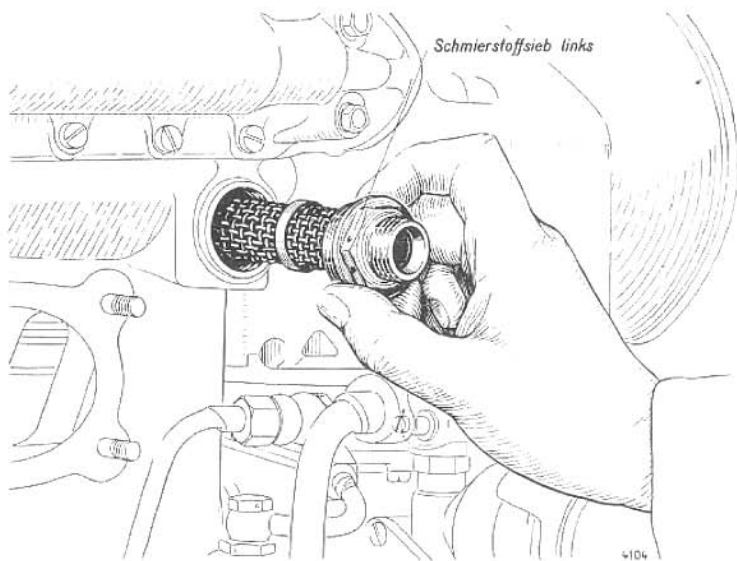

Abb. 34 Ausbau der beiden Schmierstoffsiebe im Rücklaufkanal am Motorgehäuse
- a) Reinigen beider Schmierstoffsiebe im oberen Schmierstoff-Rücklaufkanal hinten, links und rechts am Kurbelgehäuse (Abb. 34).